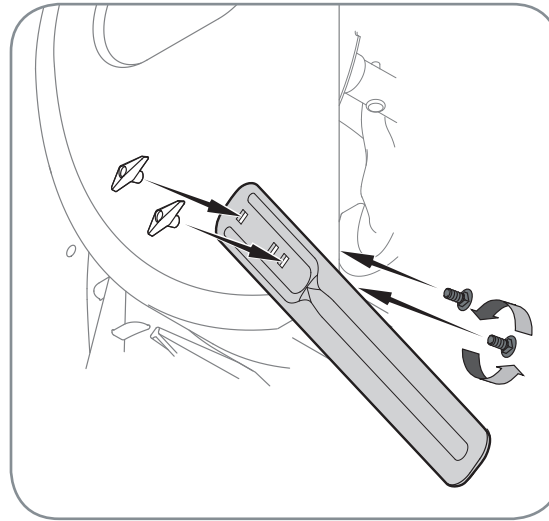

Figure 3-8
- Positionnez les barres de coupe pour qu'elles fiont face à l'avant comme illustré à la Figure 3-8. Maintenez-les en place avec la boulonnerie enlevée précédemment, les écrous à oreilles devraient être attachés sur l'**extérieur** du logement comme illustré. Si votre souffleuse n'est **pas** équipée de barres de coupe, adressez-vous au service après-vente pour tout renseignement concernant le prix et la disponibilité en stock.